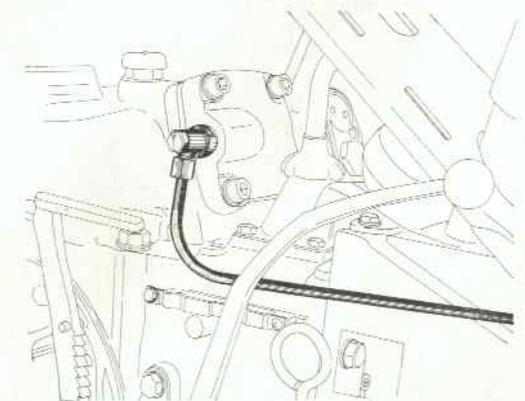

Abb. 15
3. Die Montage der Rohrleitung am Kraftheberblock erfolgt in gleicher Weise (Abb. 15). Bei dem Zusatzanschluß M 18×1,5 wird zuerst der Reduziernippel TM 6766 mit dem Dichttring in die Gewindebohrung des Steuergerätes fest eingedreht. Das Rohrende 6×1 wird mittels der entsprechenden Ermeto-Verschraubung dann in die Gewindebohrung des Reduziernippels eingesetzt.